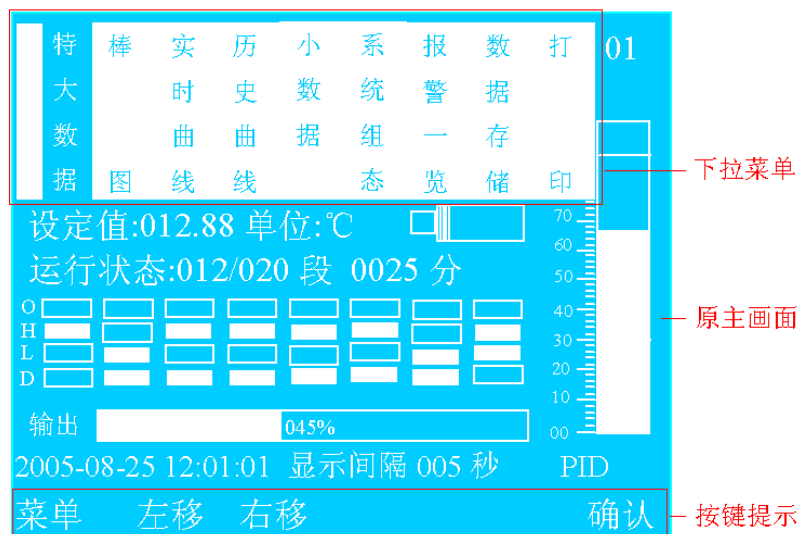

图 2.5 菜单画面
- 1、**进入下拉菜单画面：**在特大数据、棒图、实时数据、历史数据、小数据等各个主画面下，按菜单键（即 ESC 键），就会弹出如图 2.5 所示的菜单；